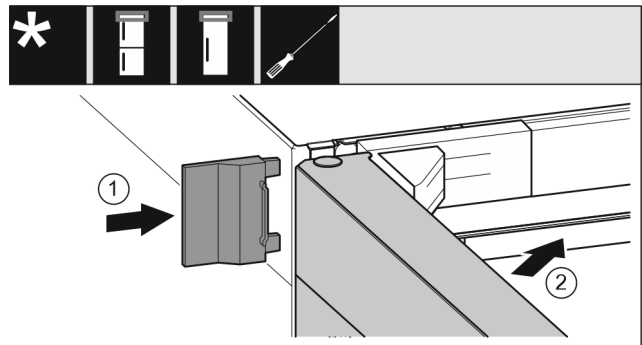

Fig. 23
- ▶ Skjut på det yttre skyddet. Fig. 23 (1)
- ▶ Stäng den övre dörren. Fig. 23 (2)